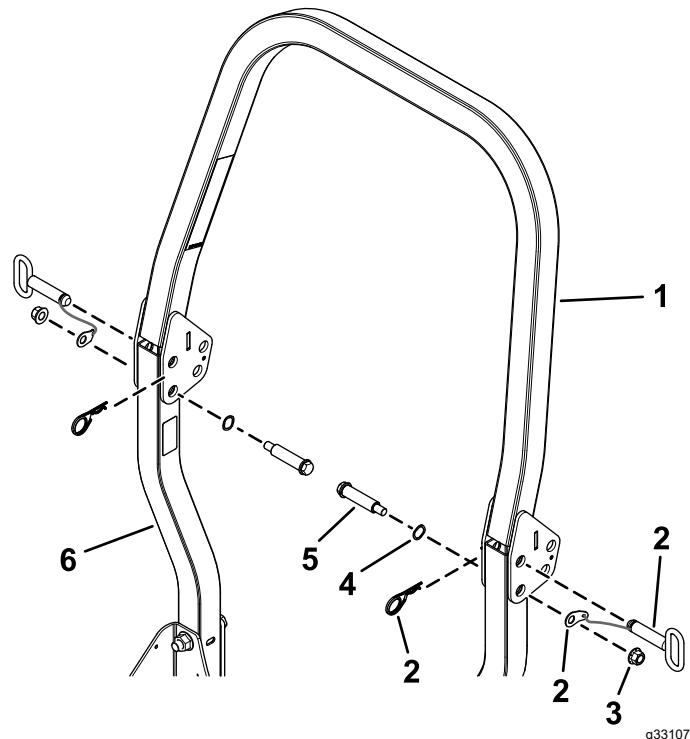

Figura 3
3. Sujete los conjuntos inferiores de la barra antivuelco al conjunto superior de la barra antivuelco usando los 2 pernos de cuello largo, 2 arandelas onduladas, 2 contratuerzas ($\frac{1}{2}$) y el conjunto del pasador de plegado (**Figura 3**).